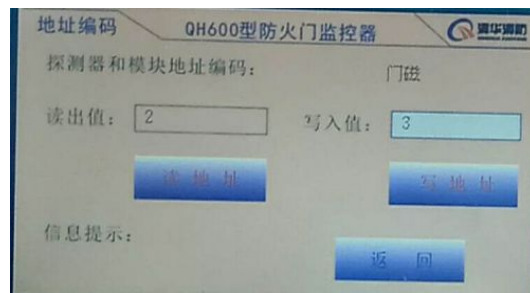

图 4.16 地址编码界面
4.4.11. 2 **地址编码：**安装调试主菜单按“1”进入地址编码，如下图 4.16 所示；连接好探测器模块，光标在写入位置输入第一个地址号，按确认键地址写入探测器，在读出地址栏显示的就是写入的地址，在写入地址栏显示的是后续地址，如是连续编写地址，再接上第二个探测器模块按确认键。【**注意：**在进入地址编码菜单后，编程接口有初始化过程，如果立即进行地址写入，系统可能显示“连接探测器”，这是正常现象，稍候再写入地址即可。按#键退出到上一级菜单。】